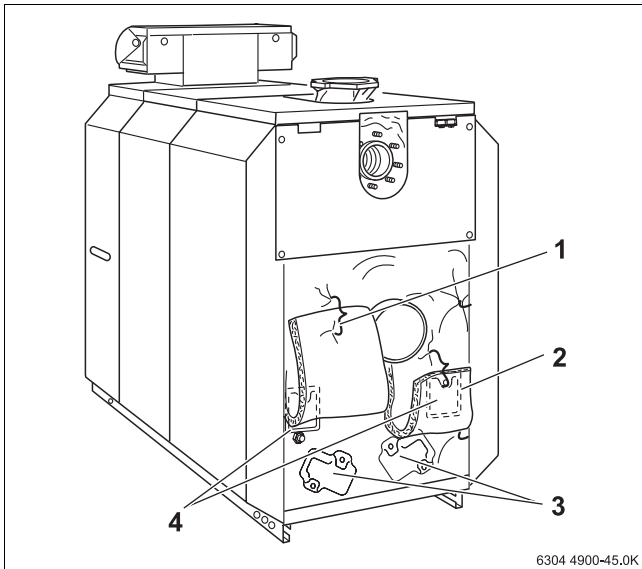

Fig. 62 Rimozione del coperchio di pulizia
- Rimuovere dal lato anteriore i residui di combustione tramite l'apertura della camera di combustione nonché tramite le aperture di pulizia poste sull'elemento posteriore e sul collettore fumi (→ fig. 62, pag. 40).